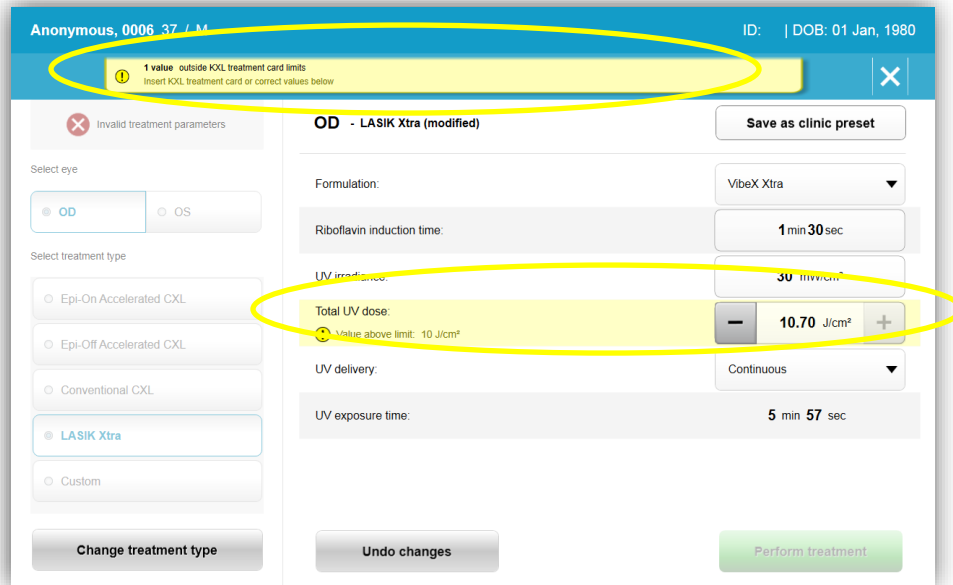

Figura 3-17. Parametri di trattamento non validi
- Se l'utente ha inserito la scheda di trattamento durante la programmazione di parametri di trattamento che non rientrano tra i valori consentiti dalla scheda RFID, apparirà il seguente messaggio e non sarà possibile selezionare "Perform treatment" (Esegui trattamento), come mostrato nella Figura 3-17.